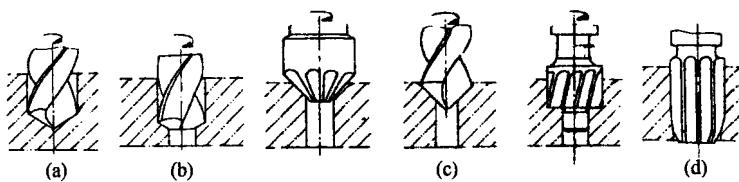

图 1-4 钻床加工方式
④ 钻床适用于孔加工，主要用于各种零件的钻、扩、铰、锪加工，如图 1-4 所示。在钻床上进行孔加工，是由主轴带动刀具旋转，并与固定在工作台上的工件做相对进给运动所进行的切削加工，根据使用刀具的不同，分别称为钻削、扩削、铰削和锪削。